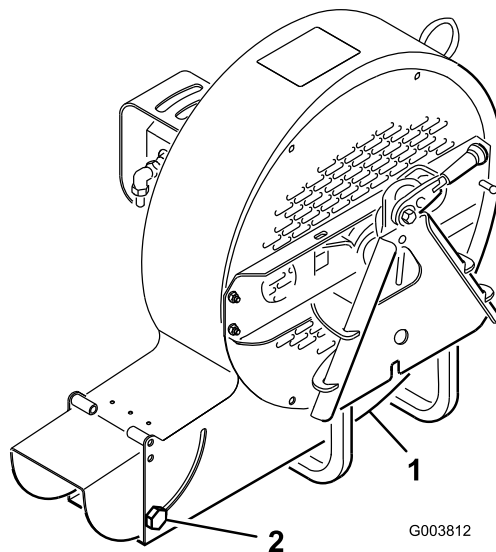

Figura 7
A abertura de descarga (Figura 7) pode ser ajustada para aumentar ou diminuir a velocidade e volume da saída do ar. Diminuir a abertura de descarga aumenta a velocidade.
1. Desaperte os parafusos de montagem do deflector da abertura de descarga (Figura 7).